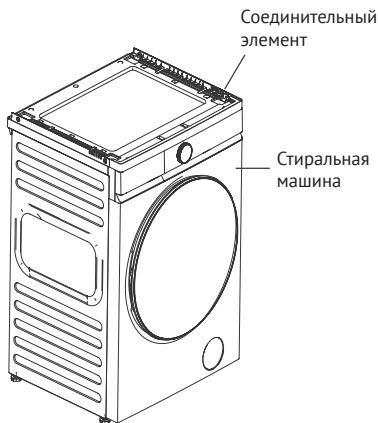
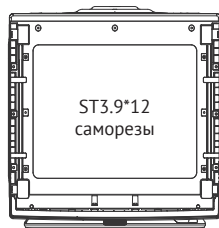

Рис. 1
Рис. 2
1. Аккуратно приклейте накладку на панель управления сушильной машины (см. рисунок 1). Накладка должна быть размещена на расстоянии примерно 2,5 мм от края ручки отсека для мощных средств, с равными отступами с обеих сторон (см. рисунок 2).
1. Разместите соединительный элемент на верхней крышке стиральной машины, выровняв его левую, правую и переднюю стороны с краями крышки (см. рисунок 1).
2. Используя четыре самореза ST3.9*12 из комплекта поставки, закрепите соединительный элемент на верхней крышке стиральной машины (см. рисунок 2).